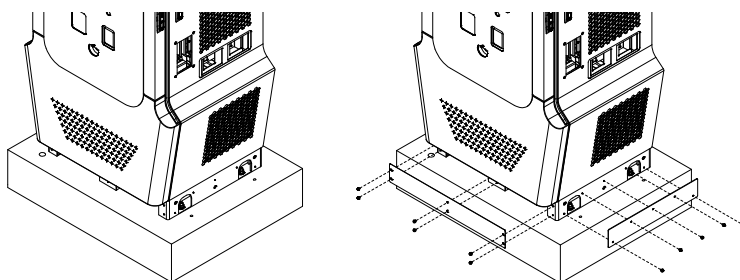

Figura 16. Instalarea învelișului fundației
4) Atașați învelișul fundației (din pachetul de accesorii) de EVSE. A se vedea Figura 16.